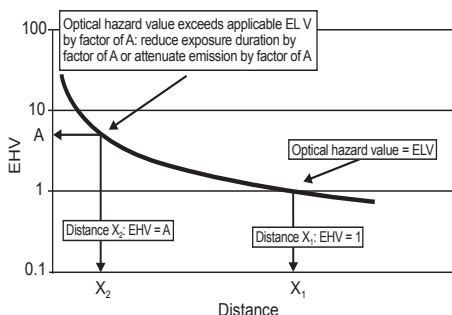

Figure 1 - Exemple de présentation graphique des valeurs de risques d'émission en fonction de la distance
Plus vous gardez vos distances avec la lampe moins vous risquez d'être exposé et d'être blessé - voir la Figure 1. À une distance X_1 , $EHV = 1$, c'est-à-dire que la valeur EHV est égale à la limite d'émission applicable. La distance X_1 est la distance de danger (HD) pour ce système de lampe. À la distance X_2 , la valeur de risque de rayonnement optique dépasse la valeur limite d'émission applicable d'un facteur A. À cette distance, l'exposition excessive au rayonnement optique peut être réduite soit en limitant la durée d'exposition d'un facteur A (si les valeurs limites d'émission sont exprimées en termes d'exposition au rayonnement ou de rayonnement intégré dans le temps), soit en utilisant des systèmes de contrôle techniques (tels que des